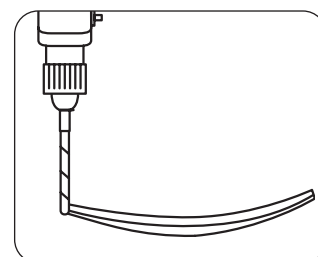

Fig. 5.13
- 6 Muovere i carrelli in modo tale da posizionare la fresa sulla lente a destra in corrispondenza della tacca e a contatto con il bordo della lente **Fig. 5.13**, mantenere la posizione serrando la manopola di discesa rif. 1 **Fig. 5.1** e rilevare il valore riportato dal visualizzatore dell'asse X (nell'esempio il valore è 35)